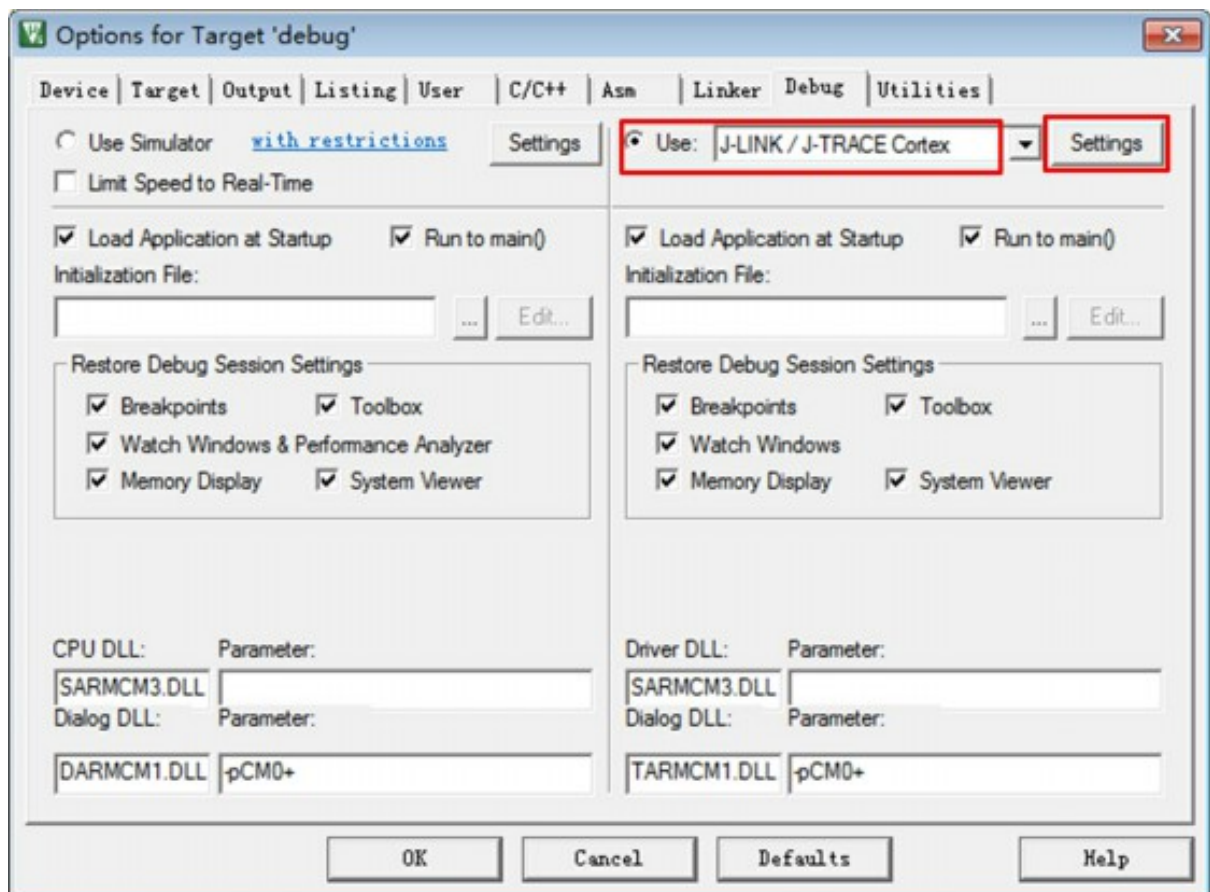
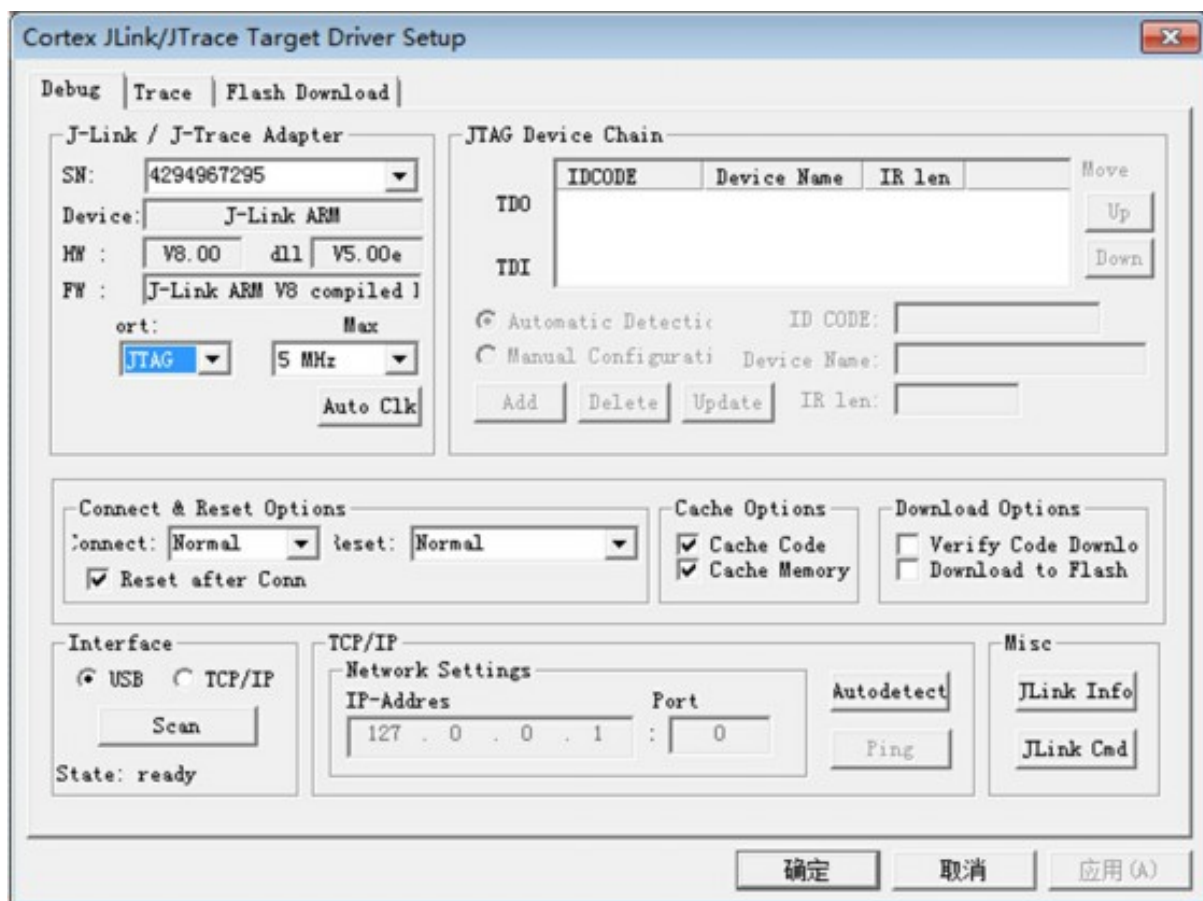

图 87: 设置 J-LINK/J-TRACE Cortex
图 88: TKScope Debug for ARM 配置选项
(3) 如 图 87 所示, 点击 **【J-LINK/J-TRACE Cortex】** 旁边的 **【Setting】**, 将会弹出仿真器的配置选项, 如 图 88 所示。